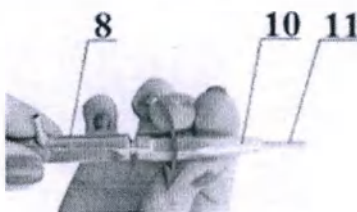

Рисунок 15 Снятие со световода насадки и фиксатора насадок
10.2.3 Удерживая одной рукой тройник 8 (смотри рисунок 15), отверните фиксатор насадок 10 на один – полтора оборота, выньте из световода насадку 11, а затем полностью вывинтите фиксатор насадок и снимите его.